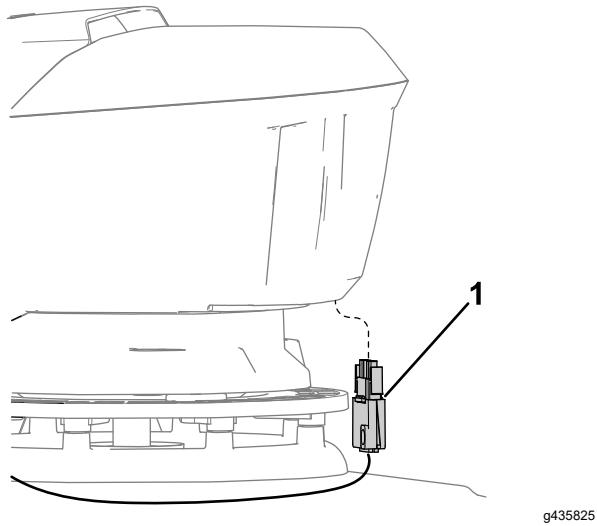
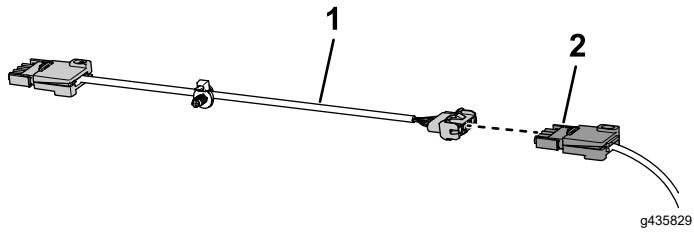

Bild 6
Bild 7
12. Befestigen Sie das Verlängerungskabel für den Elektrostart am Elektrostartstecker (Bild 7) und stecken Sie es in die Vorderseite der Maschine, wie in Bild 6 gezeigt.